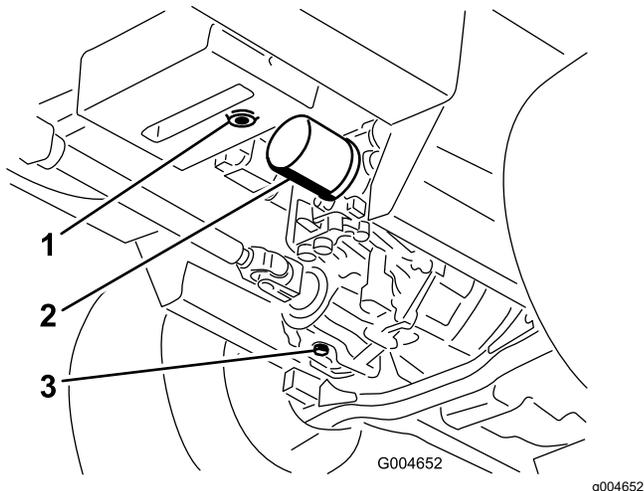

Figura 59
- Coloque um recipiente grande sob o reservatório hidráulico e cárter da transmissão e retire os bujões, drenando todo o fluido hidráulico (Figura 59).
- Limpe a zona em redor do filtro de fluido hidráulico e retire o filtro (Figura 59).